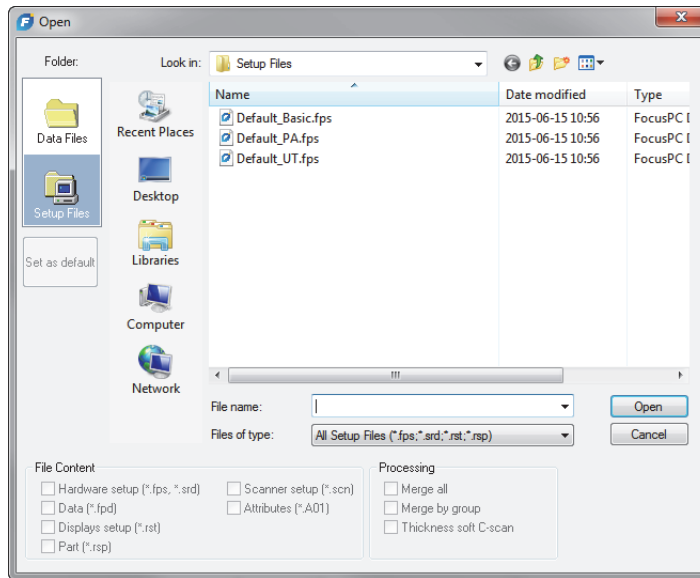

図 4-1 [Open] ダイアログボックス
2. 表示された [Open] ダイアログボックスで (102 ページの図 4-1)、次の手順に従います。